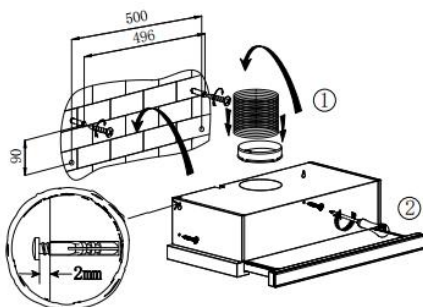

**Imagen 1**
1. La campana extractora debe colocarse a una distancia de 65-75 cm desde la superficie de cocción para obtener el mejor efecto. Véase la imagen 1.